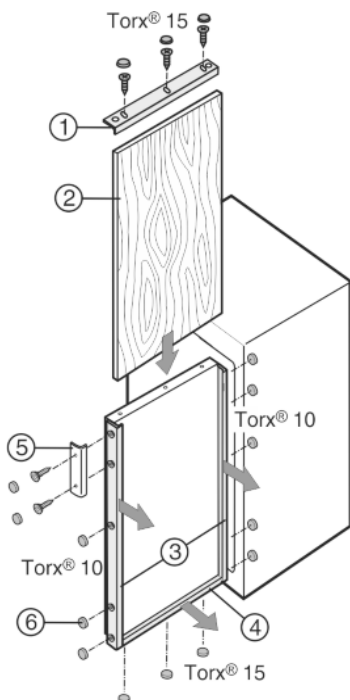

Fig. 6
- ▶ Dekorrahmen Fig. 6 (1) oben abschrauben.
- ▶ An allen anderen Dekorrahmen Fig. 6 (3, 4) die Schrauben nur lösen und die Dekorrahmen nach vorn schieben.
- ▶ Dekorplatte Fig. 6 (2) einschieben.
- ▶ Dekorrahmen Fig. 6 (3, 4) zurückschieben und festschrauben.
- ▶ Dekorrahmen Fig. 6 (1) oben wieder festschrauben.
- ▶ Griff Fig. 6 (5) anschrauben.
- ▶ Auf alle Schraubenköpfe die Abdeckkappen Fig. 6 (6) aufrasten.